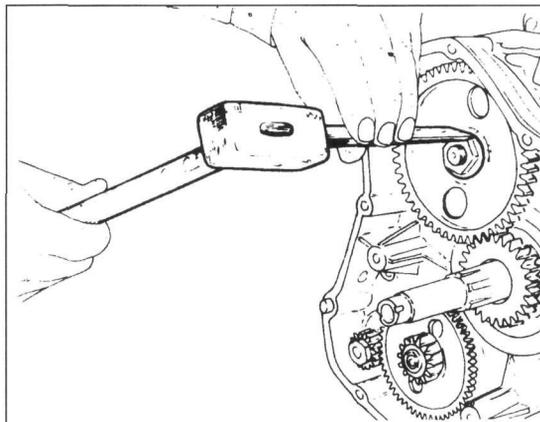

Bild 178
- Sicherungsblechlasche von Befestigungsmutter der Steuerungszwischenwelle flachbiegen (Bild 178). Steuerrad mit Stift blockieren und Mutter ausdrehen (Bild 179). Steuerrad und Antriebsrad (Bild 180) abnehmen.